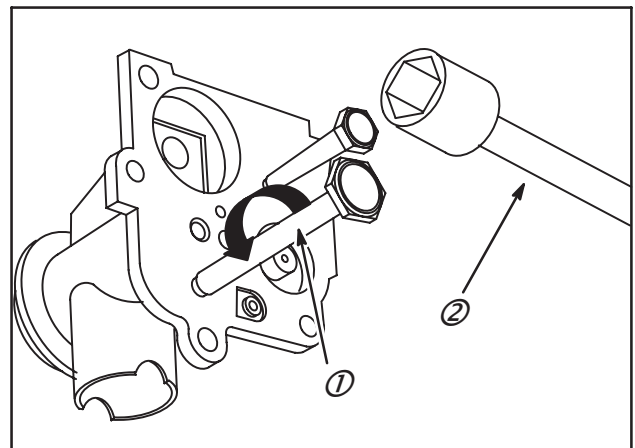

Fig. 34
Visser les tubes dans le corps de carburateur à l'aide d'une clé de 3/8" ou 9/16", Fig. 34. Il n'est pas nécessaire de placer une pâte à joint sur les tubes.
1. Visser le tube dans le corps de carburateur à l'aide d'une clé de 3/8" (2), Fig. 34. Il n'est pas nécessaire de placer une pâte à joint sur le tube.